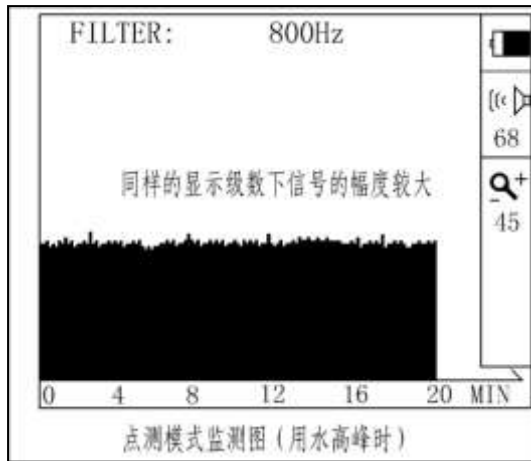
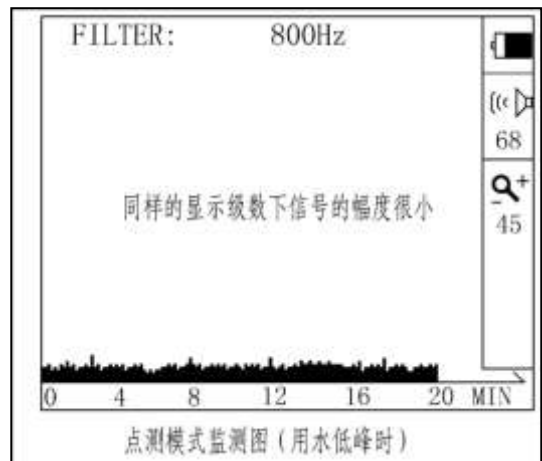

图 9.12
图 9.13
2. 在同一个监测点，如果用水高峰时有较大幅度的噪声信号，而用水低峰时却显示很小甚至没有信号（见图 9.12 和图 9.13），可见用水高峰时监测到的大幅度噪声信号是由用水声、外界干扰或其它原因造成的，由此可判断该处附近无漏点：